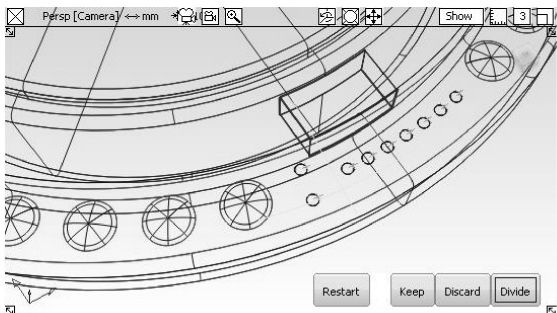

图 5-93 剪切曲面
- 40 执行标记菜单中【Pick nothing】命令，取消选择。选择【Trim】工具，选取刚刚投影的圆柱底面。在九个投影曲线外的曲面放置选择器，然后单击视窗下方的【Divide】按钮，分离曲面，如图 5-93 所示。